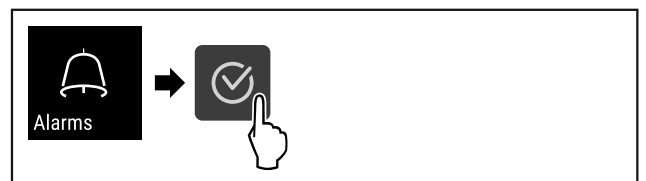

Fig. 97
- ▶ Εκτελέστε τα βήματα ενεργειών (βλέπε Fig. 97) .